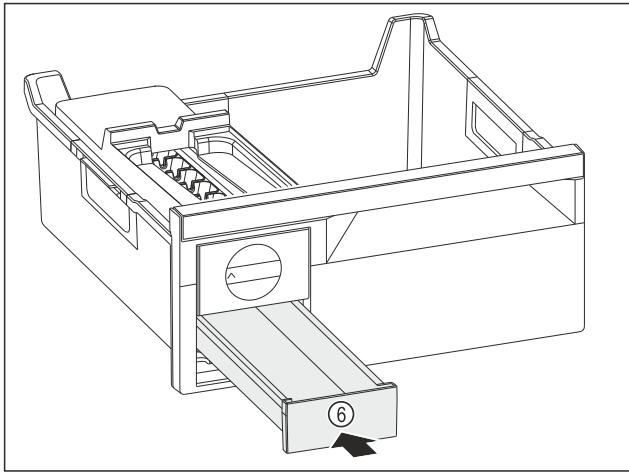

Fig. 81
▶ Встановіть форму для льоду Fig. 81 (6).